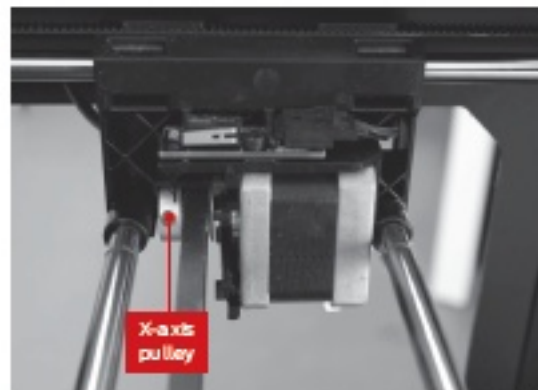

Fig. 2.11
1. Suchen Sie die X-Achsen-Rolle. Sie befindet sich am Antrieb, der auf der rechten Seite des Gantry montiert ist. Schieben Sie die Extruder nach links, bis Sie Zugang zur Stellschraube, die die Rolle mit der Antriebswelle verbindet, haben. Verwenden Sie den 1,5mm-Inbusschlüssel aus der Zubehör-Box, um die Stellschraube festziehen [Abb. 2.11].